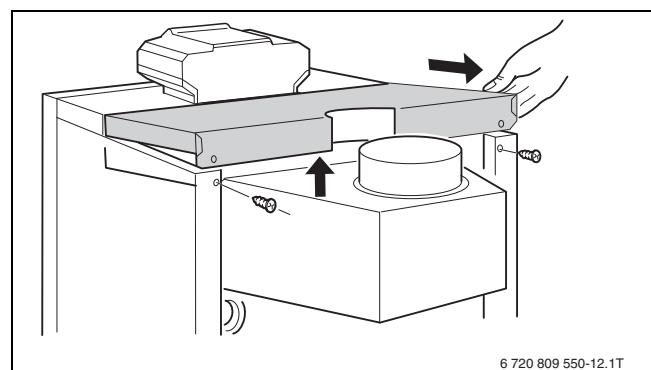

Рис. 59 Демонтаж задней крышки котла
- Снимите заднюю стенку котла (→ рис. 59, стр. 43).